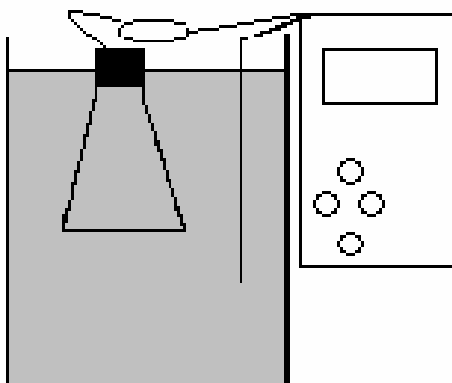

Figura 1. Esquema del muntatge experimental per a la determinació de la massa molar de líquids volàtils.
3. Inicieu la captació, cliqueu el botó Executar (  ) immediatament poseu l'erlenmeyer tapat dins del vas de manera que quedi envoltat d'aigua calenta. (Figura 1.)